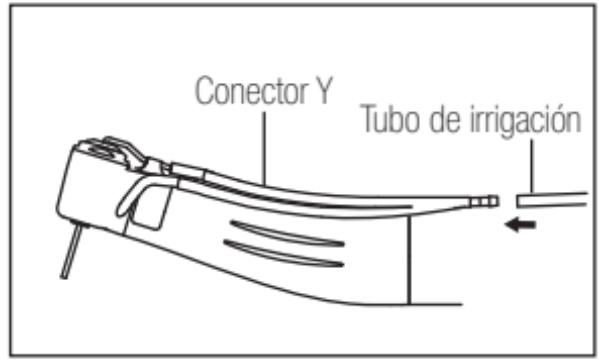

Fig. 5
- 2) Conecte con firmeza el tubo de irrigación al conector Y. (Fig. 5)